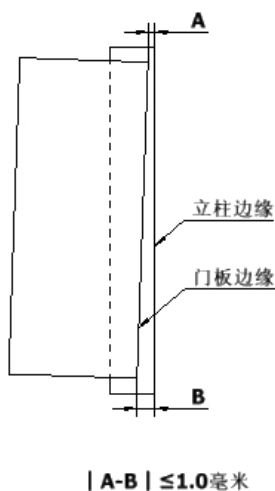

图 7-16
3) 在开门状态下, 门板边缘与门套立柱边缘平齐, 不平度不大于 1.0 毫米。如图 7-16: